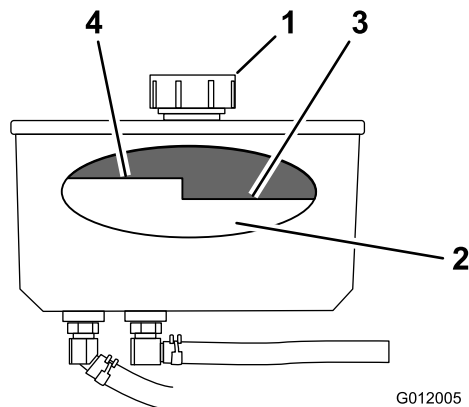

Figure 68
3. Nettoyez la surface autour du bouchon et du goulot de remplissage du réservoir hydraulique (Figure 68).
4. Enlevez le bouchon du goulot de remplissage (Figure 68).
- Remarque:** Lorsque l'huile est chaude, le niveau de liquide doit être en dessous du repère « à chaud » sur le déflecteur (Figure 68).